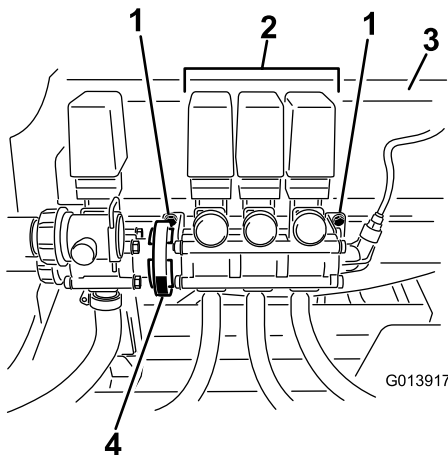

Figura 3
2. Desaperte, mas não retire, os parafusos que prendem o conjunto da válvula da rampa ao suporte de montagem (Figura 3).